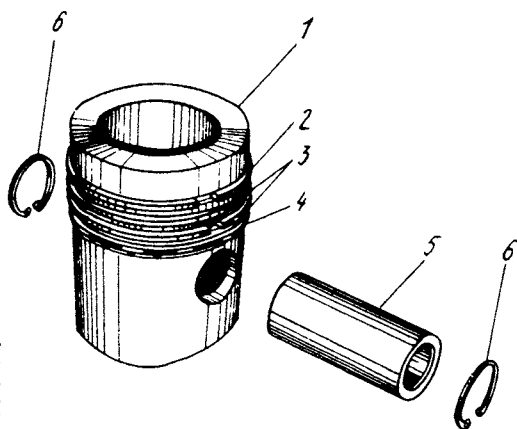

Рис. 9. Поршень:
**Поршни** (рис. 9) отлиты из высококремнистого алюминиевого сплава. На поршне расположены три компрессионных и одно маслосъемное кольцо с расширителем. Компрессионные кольца имеют трапециевидное сечение. Наружная поверхность верхнего компрессион-